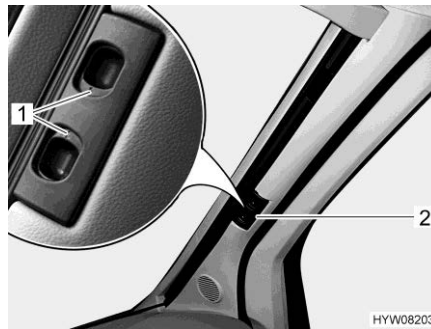

Bild 58 Faltverdunklung (Frontscheibe)
- Entriegelungsgriffe (Bild 58,1) zusammendrücken und gedrückt halten.
- Die Faltverdunklung für die Frontscheibe am Griff (Bild 58,2) zur Fenstermitte hin ziehen.
- Die beiden Hälften der Faltverdunklung für die Frontscheibe am Griff (Bild 58,2) bis zum Anschlag nach außen schieben. Griff dabei auf die Höhe der Verriegelungsaussparung anheben.
- Entriegelungsgriffe (Bild 58,1) loslassen und einrasten lassen.